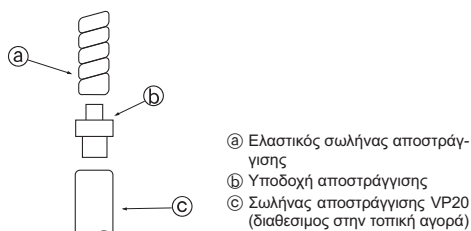

Fig. 5-1
5.1. Εργασία στο σωλήνα αποστράγγισης (Fig. 5-1)